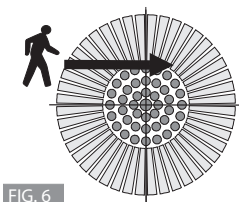
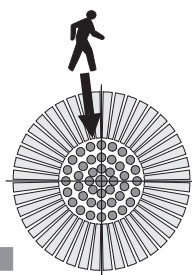

FIG. 6
FIG. 7
- Prima dell'installazione, tenere conto del fatto che il rilevatore è più sensibile ai movimenti che attraversano il suo campo d'azione (fig. 6) e meno sensibile ai movimenti in direzione del rilevatore stesso (fig. 7).